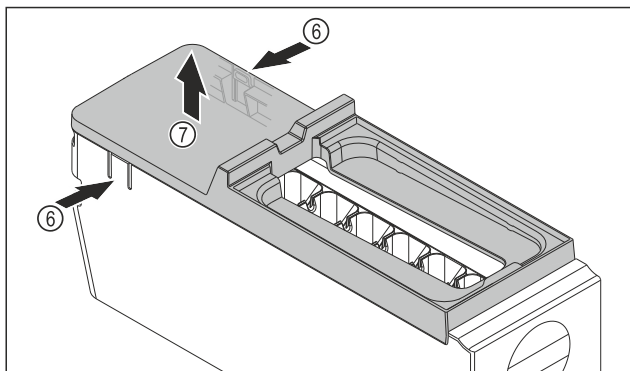

Fig. 132
- ▶ Izvadite poklopac tijela sustava EasyTwist-Ice: Pritisnite jezičke Fig. 132 (6) na obje strane tijela sustava EasyTwist-Ice jednom rukom.
- ▶ Poklopac Fig. 132 (7) drugom rukom izvucite prema gore.